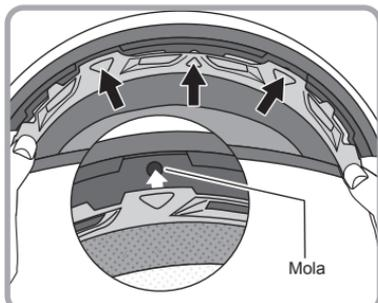

Fig. 2
- 2 Retire o revestimento intermédio no centro como se mostra na Fig.2.
- 3 Desaperte as 3 molas na traseira para remover o acolchoado interior, como se mostra na Fig.2.
- ② Aperte as 3 molas na frentes, como se mostra na Fig.2.